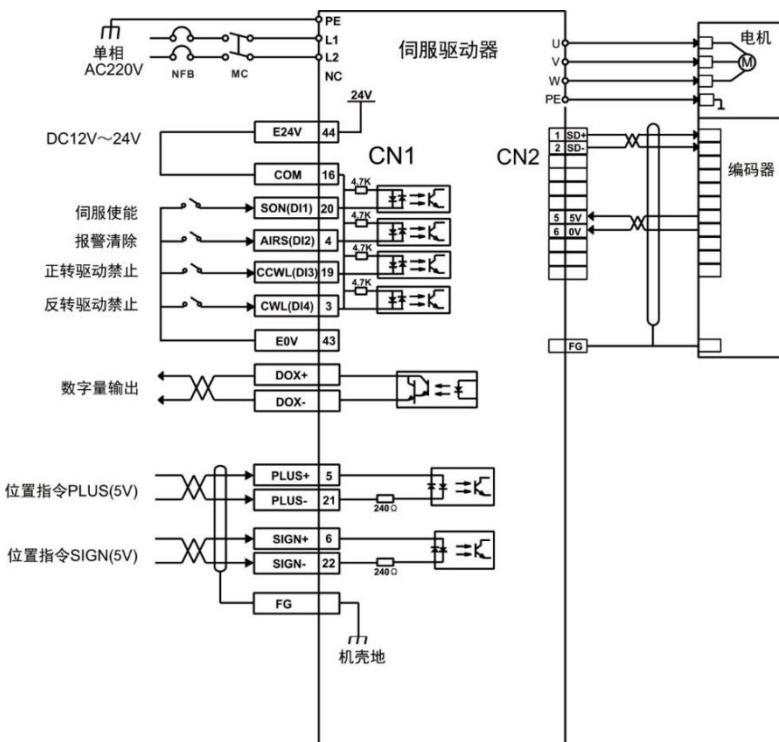

图5.2 位置模式接线图
- 3 ) 参考图5.2配线说明连接CN1端子中的脉冲方向输入和脉冲指令输入以及所需的DI/DO信号，如伺服使能，报警清除，定位完成信号等。